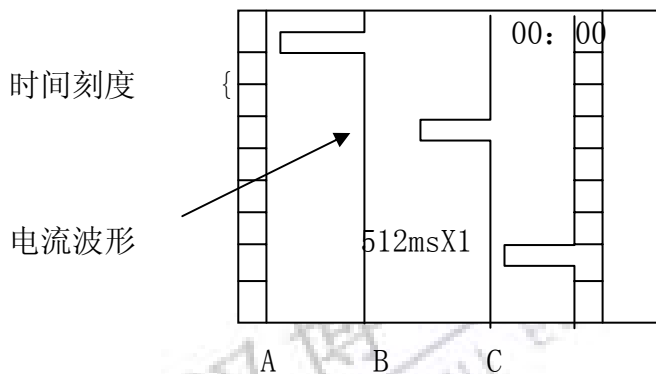

图 4
1、将测试线夹从附件盒中取出，将红、绿、黄、黑 4 个线夹分别夹在变压器的高压出线端和中心点，用小夹子将变压器次级出线端短路并最好接地。然后将测试线插入仪器，检查无误后，打开仪器电源开关，则屏幕上显示出上一次存贮在仪器中的三条波形曲线，并在右上方显示出当前时间。如图 4：